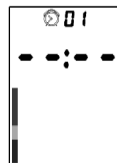

Fig. 4
1. Le dispositif étant en veille, appuyez deux fois sur la touche « F » pour entrer dans le mode d'alarme 01 (Fig. 4);